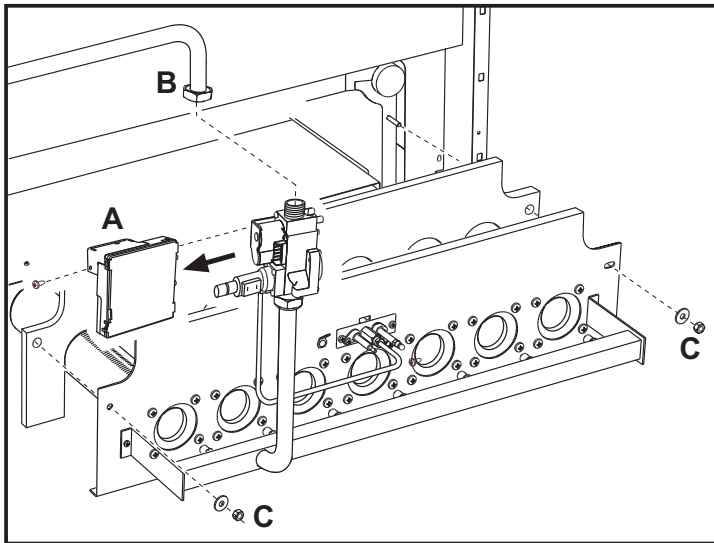
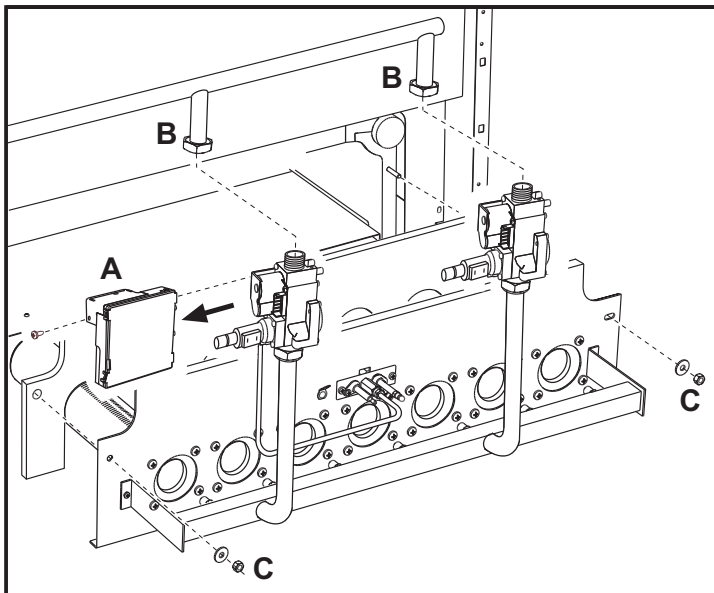

рис. 7 - Модели GASTER AW - N 67 AW, N 77 AW и N 87 AW
рис. 8 - Модели GASTER AW - N 97 AW и N 107 AW
- Демонтируйте электронный контроллер пламенем "А" с газового клапана (рис. 7).
- В моделях **N 97 AW** и **N 107 AW** с 2 газовыми клапанами необходимо также развинтить 2 винта, крепящих 2 электрических разъема, которые питают второй клапан, и снять последний (рис. 8).
- Отвинтите гайку "В" крепления трубы подвода газа на входе в газовый клапан (рис. 7). В моделях **N 97 AW** и **N 107 AW** развинтите две гайки (рис. 8).